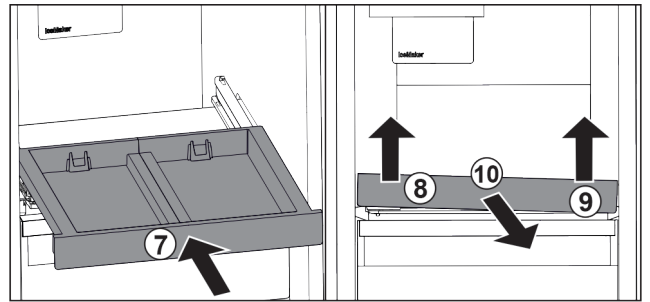

Fig. 125
- ▶ Inserire il ripiano estraibile. Fig. 125 (7)
- ▶ Sollevare il ripiano estraibile dalla parte anteriore a sinistra. Fig. 125 (8)
- ▶ Sollevare il ripiano estraibile dalla parte anteriore a destra. Fig. 125 (9)
- ▶ Rimuovere il ripiano estraibile tirandolo in avanti. Fig. 125 (10)